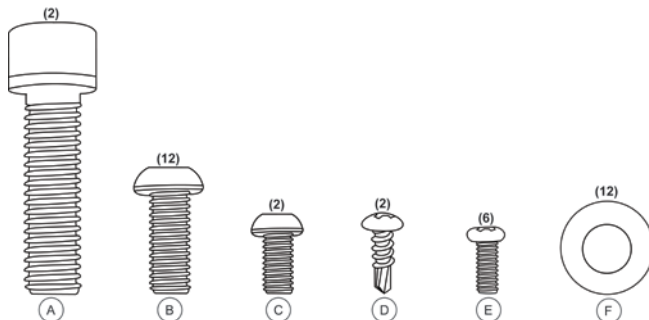
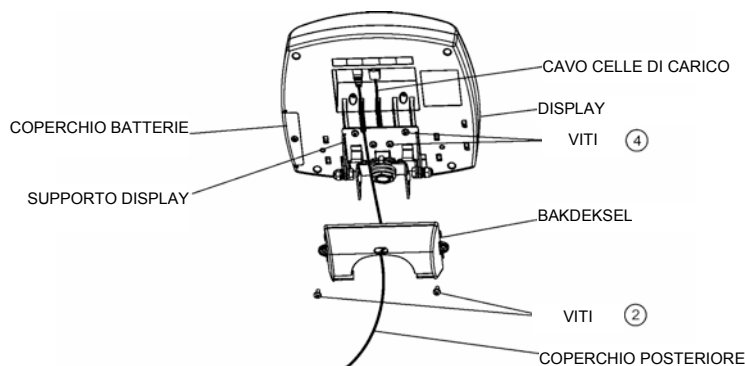

Figura 1
Figura 2
- (1) Piccolo coperchio posteriore per supporto display
- Viteria per il montaggio (Figura 1)
4. Fare scorrere il corrimano centrale sui supporti situati sulla base e fissarlo ai supporti mediante quattro viti M8 1.25 x ¾ (B) e quattro rondelle M8 (F); usare la chiave esagonale di misura media (vedi Figura 1). Stringere le viti MA SENZA SERRARLE prima del punto 6.
5. Fissare i corrimano sinistro e destro al corrimano centrale e alla piattaforma mediante due viti M10 1.5 x 1½ (A), e otto viti M8 1.25 x ¾ (B) con otto rondelle M8 (F), stringendole senza serrare.
7. Fissare il manico alla parte posteriore del corrimano centrale mediante due viti M6 1.0 x ½ (C).
13. Girare il supporto del display di 90°, quindi posizionare il display vicino al supporto. Inserire il connettore del cavo delle celle di carico nel connettore corrispondente, sulla parte posteriore del display, quindi inserire e fissare il cavo nel canale centrale del display. Vedi Figura 2. **Nota:** non collegare ancora il cavo di alimentazione; attendere fino al punto 19.
15. Inserire quattro viti a croce a testa tronco-conica (E) nel supporto del display e serrarle (vedi Figura 1).
16. Fissare la base dell'adattatore di corrente alternata al corrimano centrale mediante due viti autofilettanti n. 8 x 1/2 (D).
17. Collegare l'adattatore al connettore di alimentazione sul display, quindi inserire e fissare il cavo nella parte esposta del secondo canale dalla sinistra nella parte posteriore del display (vedi Figura 2). Fermare il cavo attraverso l'apposita scanalatura sul coperchio posteriore e allineare le linguette grandi del coperchio posteriore con le scanalature sulla parte posteriore del display. Esercitare una leggera pressione per fare scattare il coperchio in posizione e fissarlo con due viti a croce a testa tronco-conica M4 (E). **Non collegare la bilancia a una presa di corrente finché non è completamente montata.**